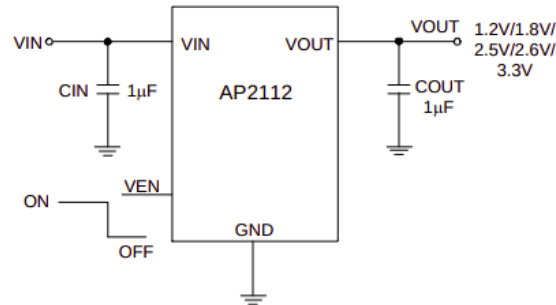

Figura 1: Diagrama de conexión recomendado por el fabricante para el integrado AP112.
- c) Agregue las conexiones faltantes. Para esto utilice como referencia el datasheet del componente. <https://www.diodes.com/assets/Datasheets/AP2112.pdf>. En la figura 1 se muestran las conexiones que hay que realizar.